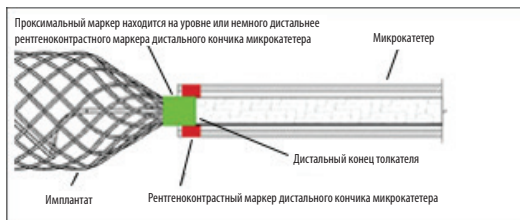

Рисунок 6. Положение полосок маркера для отсоединения
24. Под флюороскопическим контролем медленно выдвигайте имплантат из кончика катетера. Продолжайте продвигать имплантат в нужное место до тех пор, пока проксимальный рентгеноконтрастный маркер на имплантате не сравняется или не будет немного дистальнее рентгеноконтрастного маркера дистального кончика катетера, чтобы зона отсоединения находилась непосредственно за кончиком катетера. См. рисунок 6. Если необходимо, измените положение. Если размер имплантата не подходит, извлеките его и замените другим устройством. Если во время флюороскопии после установки и перед отсоединением наблюдается нежелательное движение имплантата, извлеките имплантат и замените его другим имплантатом более подходящего размера. Движение имплантата может свидетельствовать о том, что имплантат мог переместиться после отсоединения. **НЕ** поворачивайте толкатель доставки во время или после доставки имплантата в пределах сосудистой системы. Вращение толкателя доставки может привести к повреждению имплантата или преждевременному